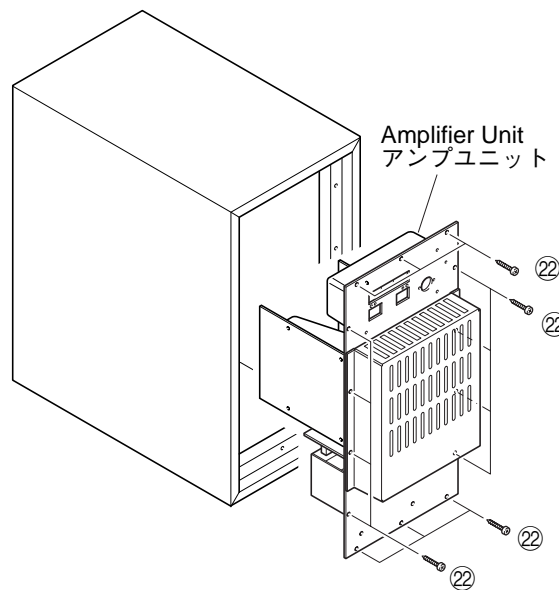

Fig. 13
Remove 14 screws (22) and then remove the Amplifier Unit. (Fig. 13)
②のネジ14本を外し、アンプユニットを取り外します。(Fig. 13)